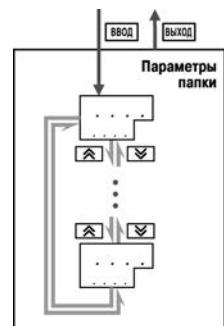

Рисунок 11.4 –
- Перемещение между параметрами осуществляется кнопками и () (циклически в любую сторону) (рисунок 11.4). При этом мигает имя параметра на ЦИ1.